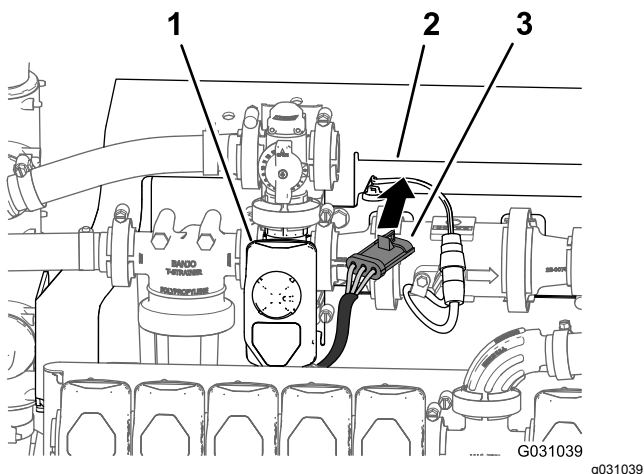

Figura 109
5. Disponete il connettore a 3 pin per il cablaggio della valvola dell'agitatore davanti al supporto del collettore (Figura 109).